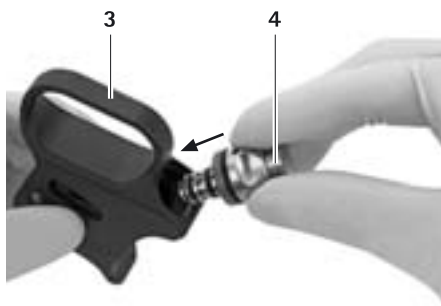

Abb. 3
- Spülknopf 4 in MINOP TREND-Griffstück 3 bis zum Anschlag einschrauben, siehe Abb. 3.